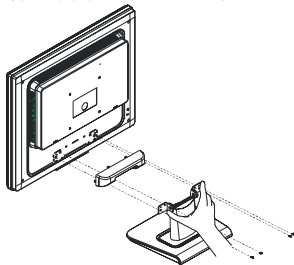
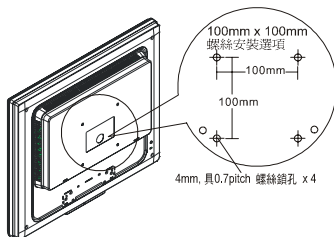

图 1-2
图1-3
2. 从液晶显示器上取下底座。（如图 1-2 所示）
在装配设备之前，请参考图1-2。除了在塑料面板上有四个5mm定位孔之外，液晶显示器后面有四个4毫米、螺距为0.7的螺母，如图1-3所示。这些规格符合**VESA平板显示器物理安装界面标准**（1997年12月13日发布，版本1，第2.1和2.1.3段）。